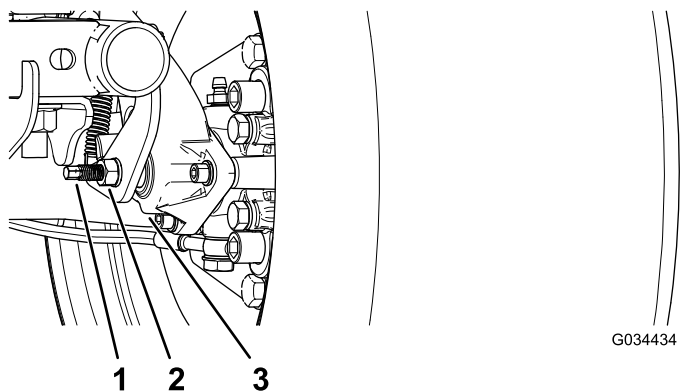

Figura 51
3. Usando 2 llaves, sujete el espárrago de ajuste de la pinza con una llave y afloje la contratuerca ¼ de vuelta con la otra llave (Figura 51).
4. Sujetando el espárrago de ajuste y la contratuerca para que no se muevan, gire el espárrago de ajuste hacia dentro para apretarlo (Figura 51).
5. Sujetando el espárrago de ajuste y la contratuerca para que no se muevan, afloje el espárrago $\frac{1}{4}$ de vuelta (Figura 51).
6. Sujetando el espárrago de ajuste y la contratuerca para que no se muevan, apriete la contratuerca (Figura 51).